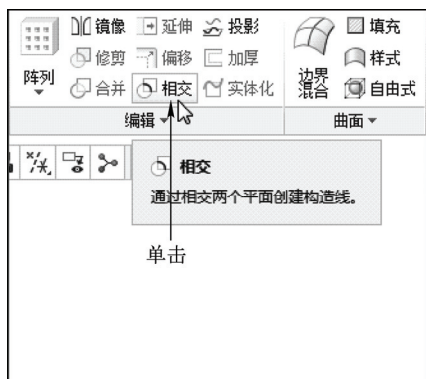

图 9-72 单击“相交”按钮
STEP 03 在功能区选项板的“模型”选项卡中，单击“编辑”面板中的“相交”按钮，如图 9-72 所示。